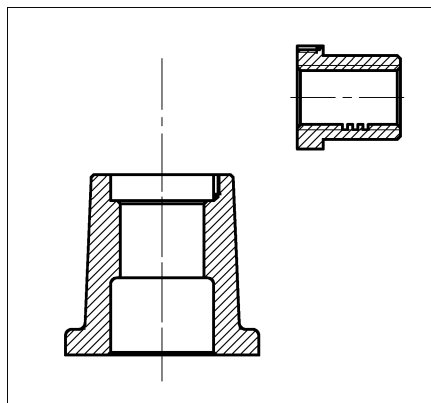

图 11-50 复制螺套示例
2) 在“QD010 装配图”绘图区，单击“剪贴板”面板→“粘贴”按钮，粘贴图形，如图 11-50 所示。